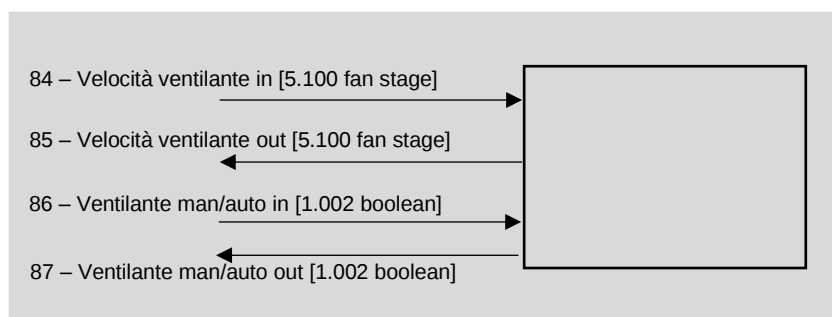

Figura 12 - Modifica remota velocità della ventilante
Gli oggetti di comunicazione indicati nello schema a blocchi di Figura 12 consentono di monitorare la velocità effettiva della ventilante, impostata in modo automatico (A) dal regolatore di temperatura oppure impostata manualmente in locale dall'utente che interagisce con i pulsanti Touch. Gli oggetti di comunicazione (O.C. nel seguito) consentono anche di effettuare le stesse modifiche da remoto, ad esempio tramite un supervisore di impianto.